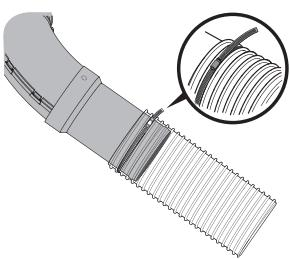

Figura 24
- Instale el canal superior y el tubo de extensión en la extensión de manguera flexible tal como se muestra en la Figura 24, posicionando la misma por encima de la tira de goma adhesiva ancha previamente instalada sobre el tubo de extensión.
NOTA: Oriente la abrazadera de manguera de manera que se alinee por encima de la tira de goma adhesiva ancha previamente instalada sobre el tubo de extensión del canal y el exceso de las puntas de la abrazadera hacia adentro y abajo con el tornillo de sujeción mirando hacia afuera. Ver inserto en la Figura 24.